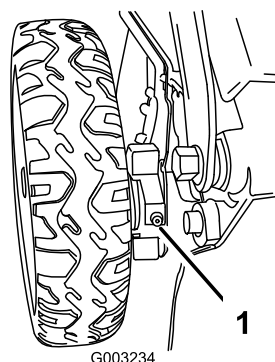

Figura 41
1. Con un cencio pulito tergete i raccordi d'ingrassaggio, situati appena all'interno delle ruote posteriori (Figura 41).